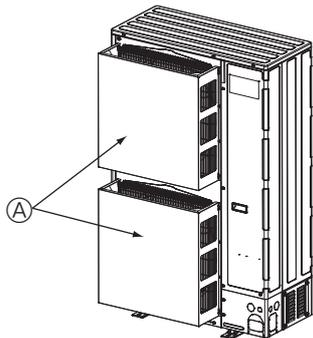

Fig. 2-17
- ② Installare una guida di protezione dell'aria opzionale se l'unità è installata in un luogo in cui forti venti provenienti da un tifone, ecc. possono entrare direttamente nell'uscita dell'aria. (Fig. 2-17)